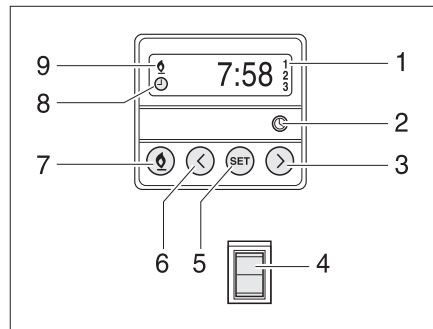

Fig. 197 Unidad de mando para la calefacción auxiliar
- Conectar manualmente:** ■ Pulsar la tecla (Fig. 197,7). El funcionamiento de la calefacción se indica con el símbolo (Fig. 197,9). El ventilador apenas se conecta con una temperatura del agua de refrigeración de 30 °C.
- Desconectar manualmente:** ■ Pulsar la tecla (Fig. 197,7). Se apaga el símbolo (Fig. 197,9).
- Conectar adicionalmente la calefacción del motor:** ■ Pulsar el interruptor (Fig. 197,4) por abajo. Se precalienta el motor. El ventilador se conecta inmediatamente.
- Desconectar la calefacción del motor:** ■ Pulsar el interruptor (Fig. 197,4) por arriba. El motor permanece frío.
- Ajustar la hora:** ■ Pulsar la tecla (Fig. 197,2). El ajuste de la hora se indica con el símbolo (Fig. 197,8).
■ Ajustar la hora con las teclas (Fig. 197,3 y 6).
- Programación de la conexión de la calefacción:** ■ Pulsar la tecla (Fig. 197,5).
■ Ajustar en 10 segundos el tiempo de conexión con las teclas (Fig. 197,3 y 6).
- Seleccionar el momento de conexión programado:** ■ Pulsar la tecla (Fig. 197,5) tantas veces como sea necesario hasta que aparezca en el display el número de programación (Fig. 197,1).